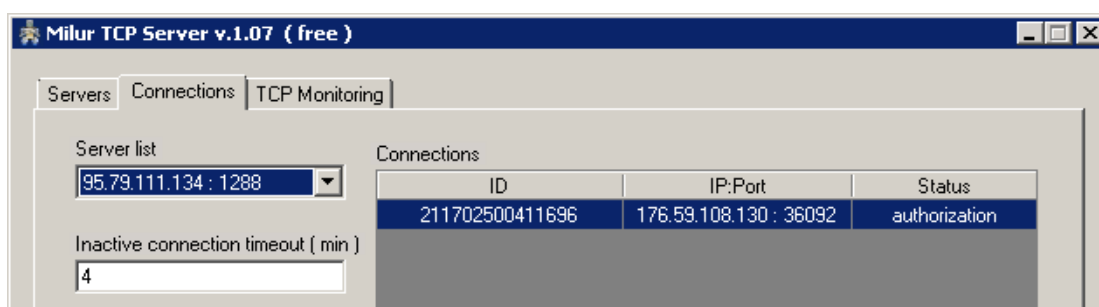

Рисунок 21
- на вкладке «Connections» в поле «Connections» на выбранном порту отобразится подключение с серийным номером GSM-модуля счетчика (рисунок 21).